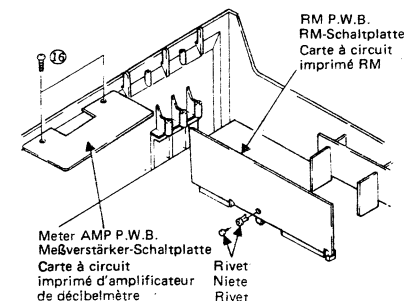

Fig. 6 Abb. 6
- Meter AMP P.W.B. (Fig. 6)**
- RM P.W.B. (Fig. 6)**
- Meßverstärker-Schaltplatte (Abb. 6)**
- RM-Schaltplatte (Abb. 6)**
- (6) **Carte à circuit imprimé d'amplificateur de décibelmètre (Fig. 6)**
- (7) **Carte à circuit imprimé RM (Fig. 6)**